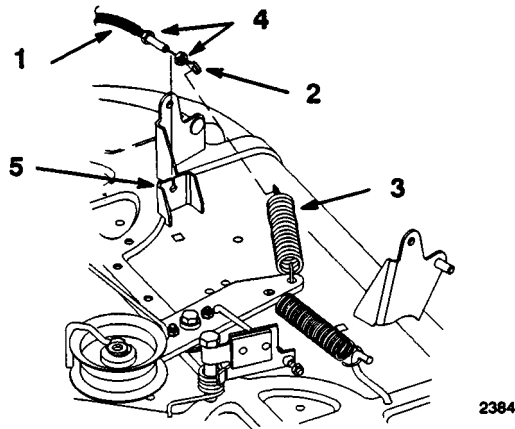

Figure 46
10. Elever le premier écrou de blocage et enfiler le deuxième sur le câble de commande des lames (PDF) jusqu'en bas. Faire passer le câble dans la fente du support de l'unité de coupe et enfiler le deuxième écrou de blocage sur le câble (Fig. 46).
11. Accrocher l'extrémité du câble de commande des lames (PDF) sur le ressort de tension (Fig. 46).